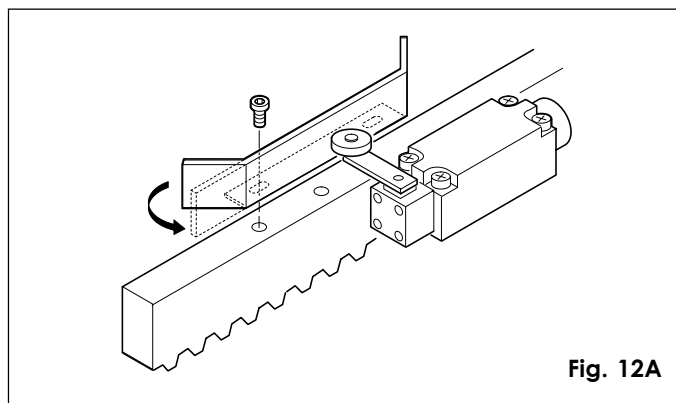

Fig. 12A
Nota: las placas también pueden fijarse con tornillos (fig. 12A). La ranura de fijación permite ajustar la posición del final de carrera.
Importante: a) La placa debe activar el final de carrera por la parte conformada, como muestra la fig. 12A.
b) Para evitar que la placa rebase el final de carrera, se aconseja enderezar la parte conformada final como se ilustra en la fig. 12A.
El actuador está dotado de un final de carrera mecánico con palanca y rodillo, que interrumpe el movimiento de la cancela en el momento en que una placa conformada, fijada a la parte superior de la cremallera, acciona la palanca y activa el microinterruptor (fig. 12A).